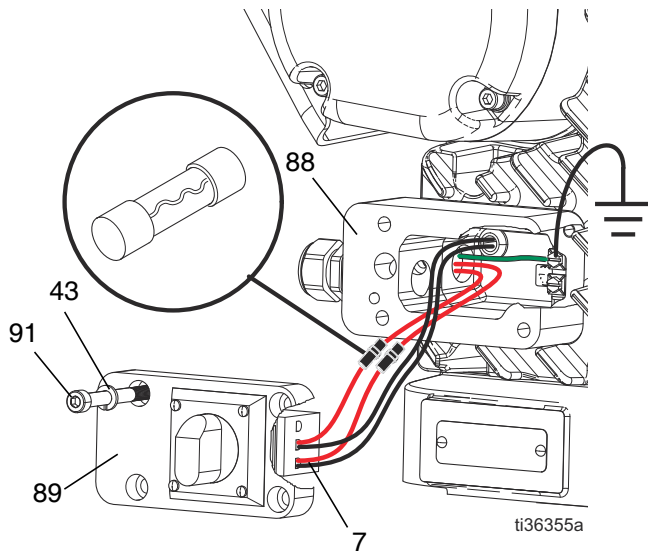

ABB. 10: Einbauort der Sicherungen
3. Die vier Schrauben (91) und die Anschlusskastenabdeckung (89) vom Antrieb entfernen, um Zugriff auf den Abklemmblock (7) zu erhalten. Siehe ABB. 10.